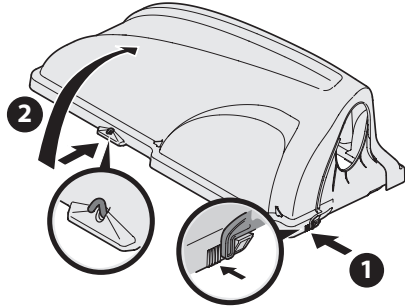

Figura 14
- Abra la cubierta oprimiendo hacia adentro la lengüeta posterior derecha con la mano derecha (1), como se ve en la Figura 14, y levantando la cubierta con la mano izquierda en el centro de la parte posterior de la cubierta del embolsador (2).